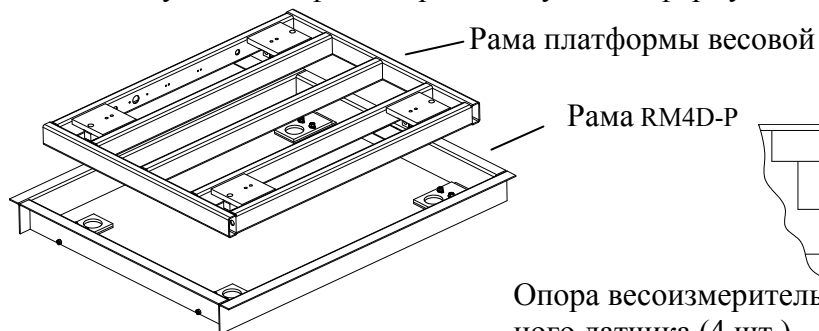

Рис. 1
- обеспечив доступ к крепежу (к гайкам и болтам) фиксаторов рамы ослабить их. Установить платформу весовую в раму так, чтобы опоры весоизмерительных датчиков попали в фиксаторы. Зазор между платформой и рамой должен составлять 35 ± 3 мм по контуру (см. рис.1 и 2);